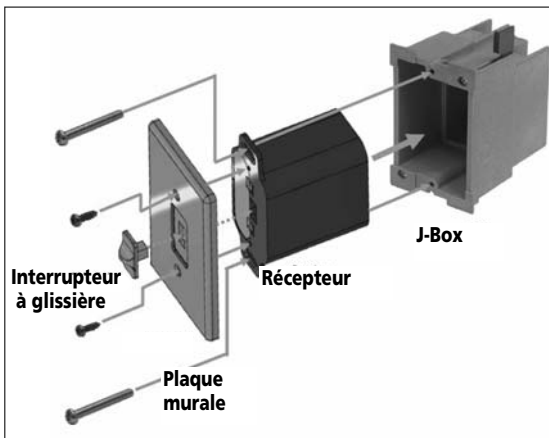

Fig. 4
2. Installez le récepteur dans la boîte de jonction à l'aide des vis existantes de la boîte de jonction. (Fig. 4)
9. En utilisant les deux (2) vis fournies pour fixer le couvercle au récepteur.